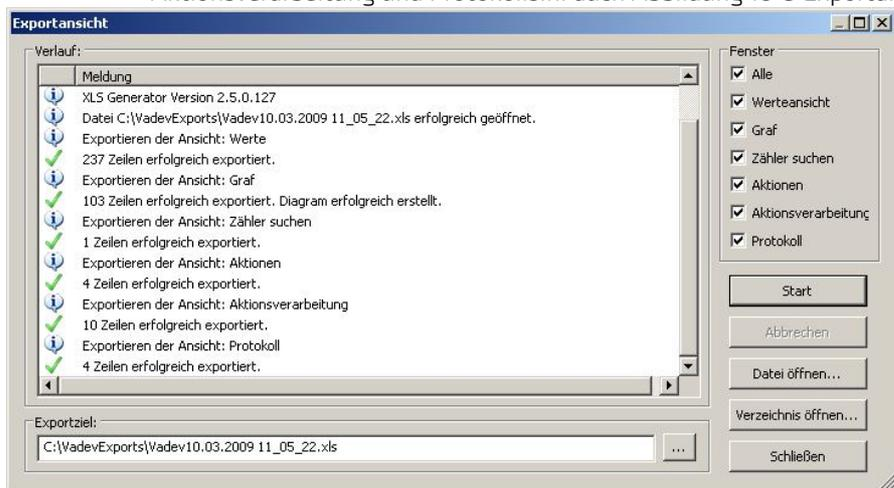

Abbildung 10-9 Exportansicht
- Exportiere Ansicht...: Wird ein Export per xls Generator erstellt von den Ebenen: Werte, Graf, Zähler suchen, Aktionen, Aktionsverarbeitung und Protokolls.h. auch Abbildung 10-9 Exportansicht